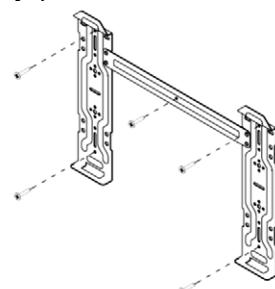

Рисунок 38 - Крепление монтажной пластины к стене помещения
- Крепление внутреннего блока на стене помещения осуществляется с помощью монтажной пластины. Монтажную пластину необходимо закреплять на стене строго горизонтально, используя отверстия в пластине (см. рис. 38).